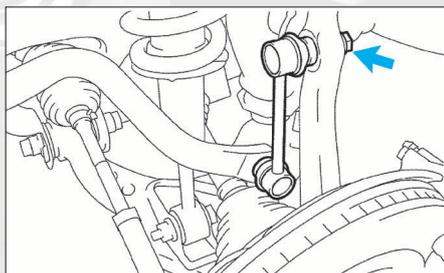

FIG. 1
- Désaccoupler les biellettes de barre stabilisatrice des pivots (fig. 1).
- Désaccoupler les biellettes fixées au porte fusée (fig. 1).
- Désaccoupler la biellette de liaison barre stabilisatrice du pivot (**fig. 1**).